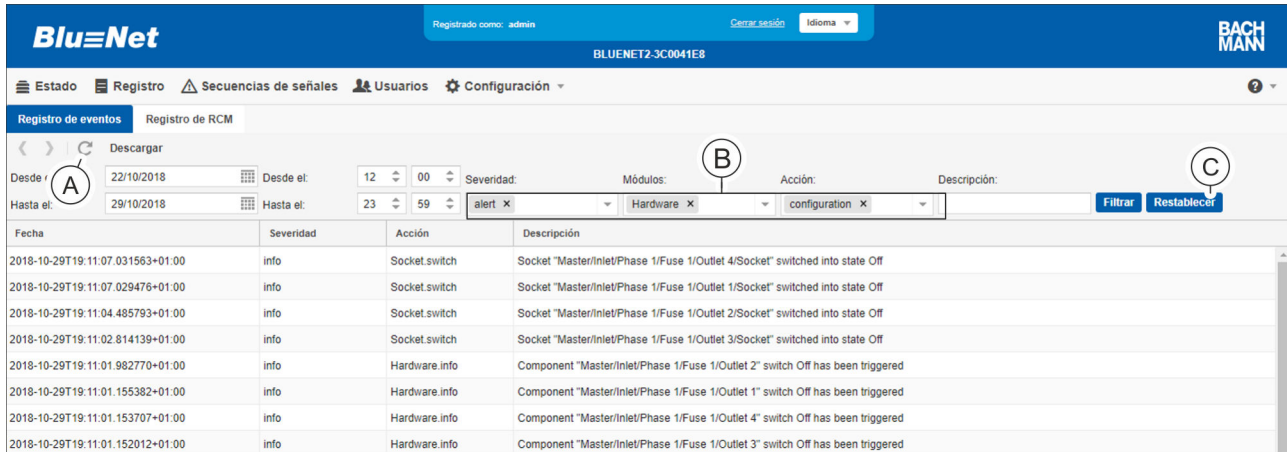

Fig. 123: Borrar un filtro
1. ➤ Borre el filtro con el botón **x** del filtro correspondiente (Fig. 123/ⓑ). Como alternativa, puede borrar todos los filtros con el botón "Restablecer" (Fig. 123/ⓒ).
2. ➤ Haga clic en el botón **↻** (Fig. 123/ⓐ).